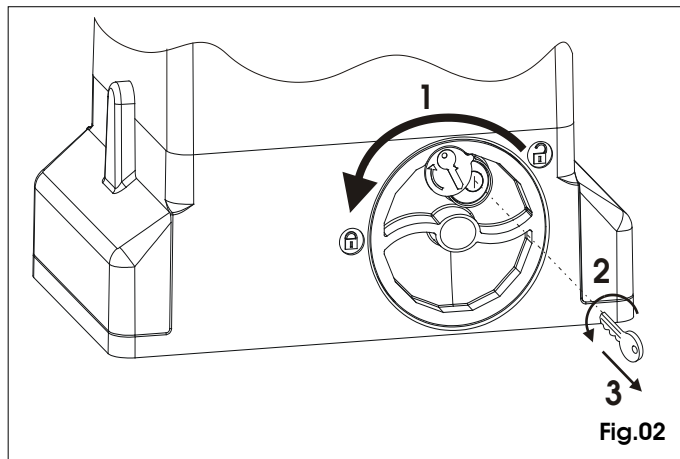

Fig.02
- 1) Das Entriegelungssystem im Gegenuhrzeigersinn bis zum Anschlag drehen, Abb. 02 Bez. 1.
- 2) Den Schlüssel im Gegenuhrzeigersinn drehen und vom Schloß abnehmen, Abb. 02 Bez. 2 und 3.